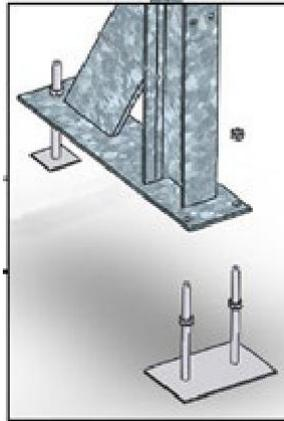

Abb. 5 – Anbringen der Buchsen an den Streben
Diese Stützen sind im unteren Teil durch 12 flache Elemente (B) von 1,6 m miteinander verbunden, verriegelt durch 2 Punkte. Der Abstand zwischen jeder Stütze wird durch diese flachen Elemente bestimmt: Er muss 1,5 m betragen. Im oberen Teil sind sie durch 4 flache Elemente (B) von 1,6 m verbunden (identisch mit den flachen Verbindungselementen im unteren Teil), und durch 4 flache Elemente (C) von 2,253 m in den Ecken. (Schrauben vom Beutel A, siehe Abb. 5).
Die flachen Elemente haben an ihren Enden vier Bohrlöcher. Im unteren Teil werden die äußeren Bohrlöcher benutzt (Abb. 5), um sie zu befestigen, während im oberen Teil die inneren Bohrlöcher benutzt werden (Abb. 3).